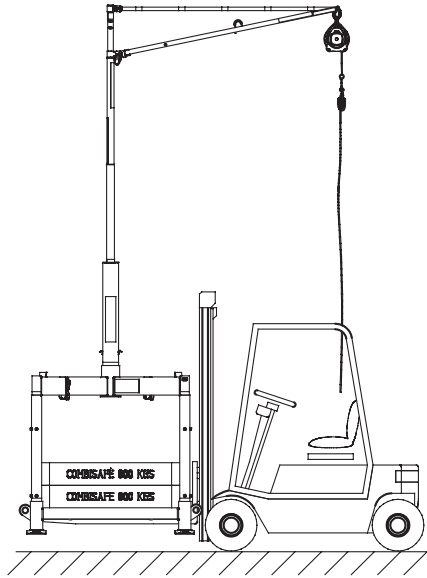

Abbildung 31. Anheben der gesamten Einheit für den Transport.
1. Platzieren Sie die Gabeln unterhalb des Rahmens und spreizen Sie die Gabeln auseinander, siehe Abbildung 31. Heben Sie die Einheit vorsichtig hoch und stellen Sie sicher, dass kein Gegenstand am Verladesystem MkII hängenbleibt.